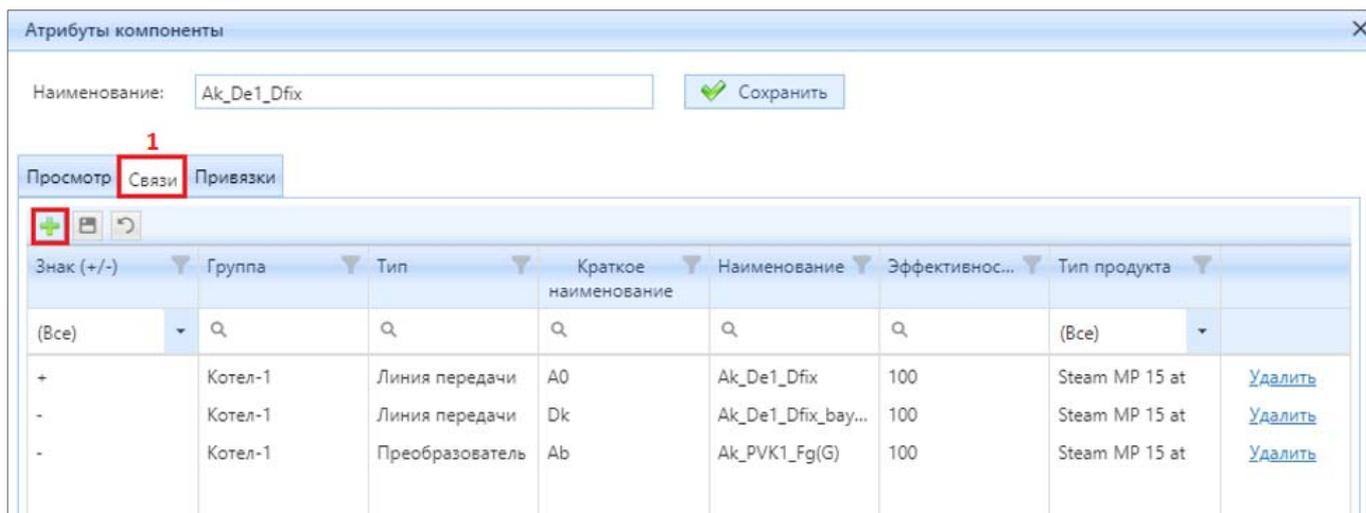
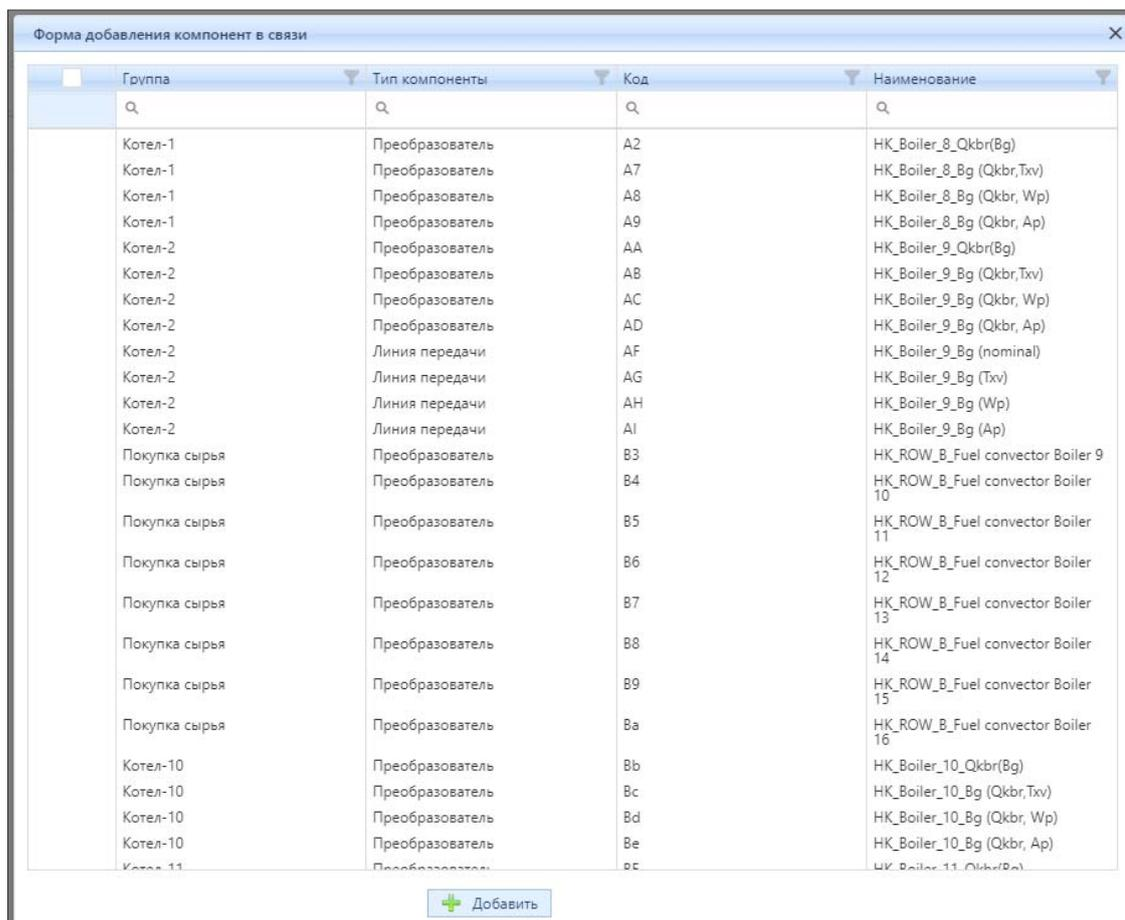

Рисунок 4.3.17 – Окно «Атрибуты компоненты» для типа «Узел»
Рисунок 4.3.18 – Визуализация окна «Форма добавления компонент в связи»
Необходимо нажать кнопку (2) «Редактировать» (рис. 4.3.5), в окне «Атрибуты компоненты» (рис. 4.3.17) перейти на вкладку (1) «Связи» (рис. 4.3.17).
Далее требуется нажать кнопку «Добавить» (рис. 4.3.17), всплывет окно «Форма добавления компонент в связи» (рис. 4.3.18), следует из списка выбрать необходимый компонент для установления связи и добавить. Затем ввести в появившейся строке знак «+», если продукт входит в узел, «-», если продукт выходит из узла, указать тип продукта и нажать «Сохранить».